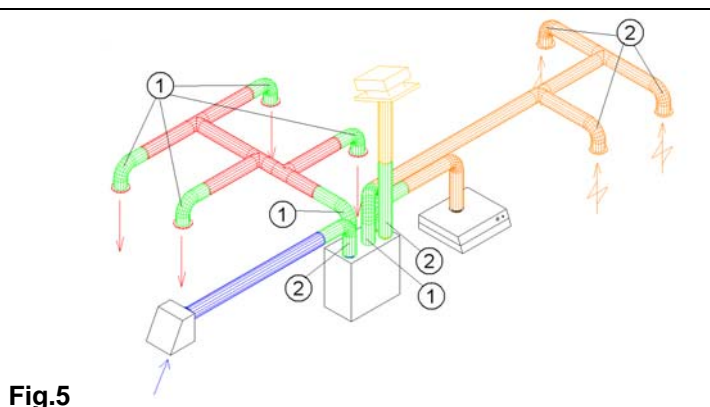

Fig. 5
For å unngå forstyrrende viftelyd til oppholdsrom brukes lyddempende kanal (pos.1, **fig.5**) fortrinnsvis på aggregatets tilluft- og avtrekksstuss (lengde = 1,0m pr. stk.). Ved behov benyttes lyddempende kanal også på aggregatets avkast- og uteluft-/friskluftinntak.
Fleksible kanaler (pos.2, **fig.5**) kan benyttes for tilpassinger mellom aggregat og takhatt/friskluftinntak. Alternativt kan fleksible lydfeller benyttes (ved korte kanalstrekk til det fri/krav til utendørs lydnivå).
Tilluftventiler plasseres i oppholdsrom som for eksempel soverom og stue, mens avtrekksventiler plasseres i våtrom (bad, vaskerom etc.), WC og kjøkken. NB: Selv om kjøkkenhette tilkobles aggregatet må det monteres egen avtrekksventil i kjøkken (fig. 5).